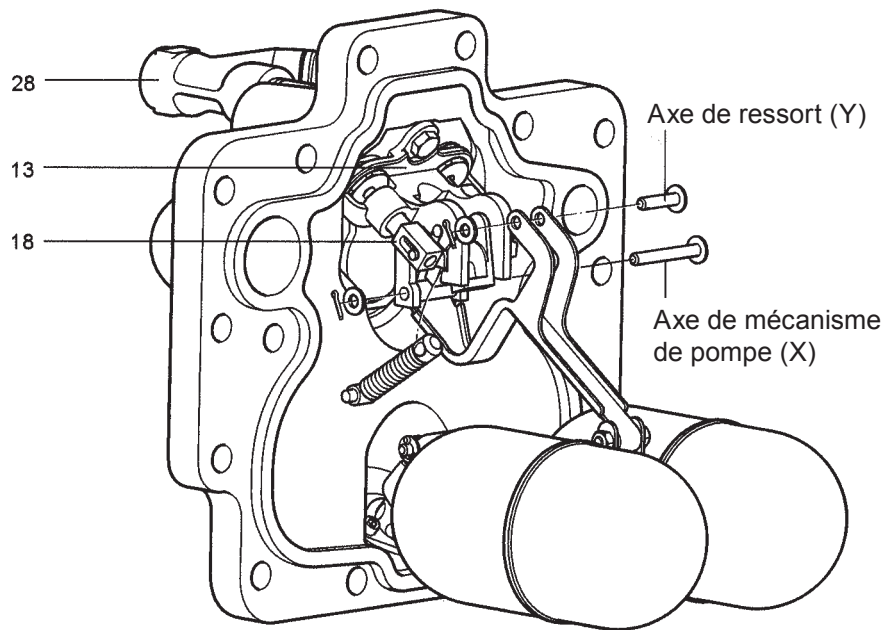
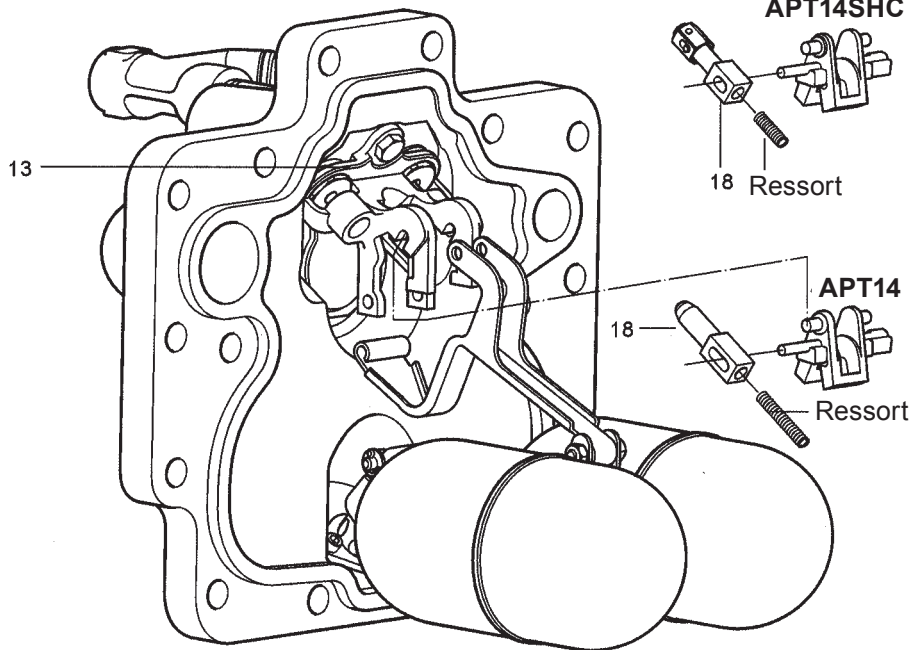

Fig. 18 APT14
Fig. 19 APT14
4. Retirer les goupilles fendues, les rondelles et les axes (X et Y) (voir Fig. 18).
6. Faire glisser le mécanisme de commande vers le bas jusqu'à ce que l'ensemble ressort et arcade d'actionneur ainsi que le clapet de la soupape d'échappement se dégagent librement. Il peut être nécessaire à cause du ressort interne de déplacer légèrement sur le côté le clapet de la soupape d'échappement (Rep. 18) pour le dégager de son guide au niveau du support (Rep. 13) (voir Fig. 19).
7. Retirer la soupape d'échappement de l'arcade de l'actionneur (rep. 24, Fig. 18) en prenant soin de ne pas endommager ou perdre le petit ressort de compression de la soupape d'échappement.
10. S'assurer que l'actionneur est correctement aligné et positionné entre les rainures des supports de pompe (rep. 13, Fig. 19).
15. Reconnecter la ligne d'alimentation vapeur motrice et la ligne d'échappement respectivement sur les orifices repérés (S) et (E). L'APT 14, l'APT14HC ou l'APT14SHC est maintenant prêt pour une remise en service.
16. S'assurer que le filtre d'alimentation motrice Spirax Sarco (avec une mesh 100) est bien raccordé à l'alimentation motrice (Rep. 28, Figure 18).